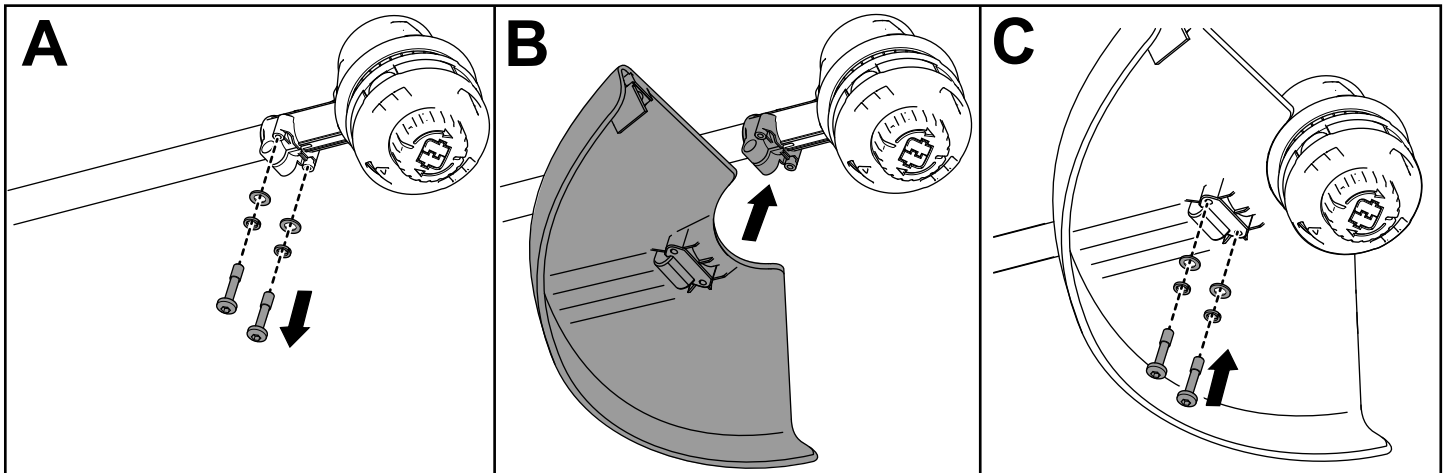

Bild 3
1. Entfernen Sie mit dem mitgelieferten Innensechskantschlüssel die 2 Zylinderkopfschrauben, 2 Unterlegscheiben und 2 Distanzstücken von der Freischneiderbasis (A in Bild 3).
2. Richten Sie den Schutz auf der Freischneiderbasis aus (B in Bild 3).